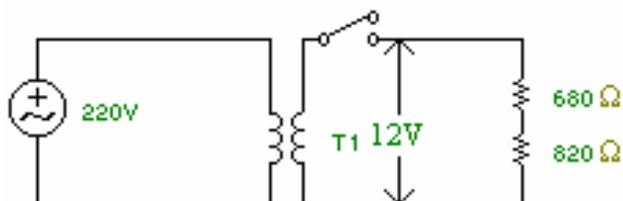

Figura 7.11: Circuito linear de corrente alternada.
- a) Monte o circuito da figura 7.11, abaixo: